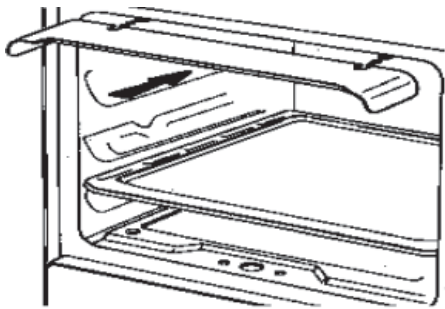

Рисунок 7
- Установите планку для защиты регулировочных ручек от потока горячего воздуха, как показано на рис. 7.
- Установите планку для защиты регулировочных ручек от потока горячего воздуха, как указано на рис. 7.